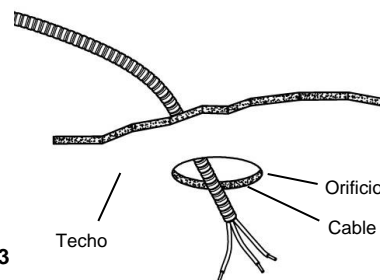

Fig. 3
3. Pasa el cable blindado (BX) o el cable no metálico (NM) (también conocido como Romex) a través del cortacircuitos o panel de fusibles hasta el orificio de 4 1/4" (10,8 cm), dejando entre 6" (15,2 cm) y 8" (20,3 cm) de cable sobrante extendido por debajo del orificio. Puedes usar cables con un máximo de 12 AWG de cableado. (Fig. 3) **(ADVERTENCIA- Usa cables con clasificación de 90°C o mayor).**